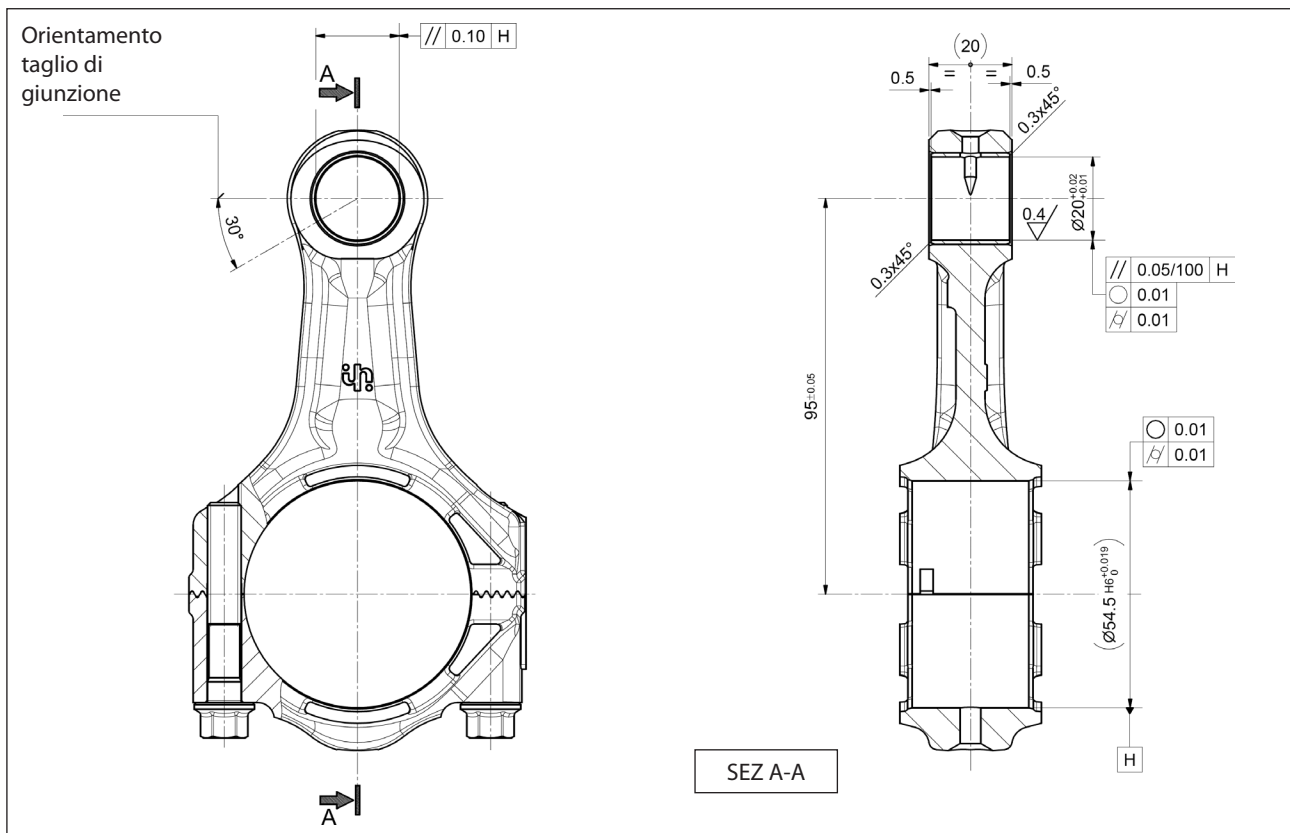

Fig. 69
- il taglio di giunzione venga orientato come indicato in Fig. 69.
Eseguire successivamente le lavorazioni meccaniche rispettando tassativamente dimensioni e tolleranze riportate in Fig. 69.